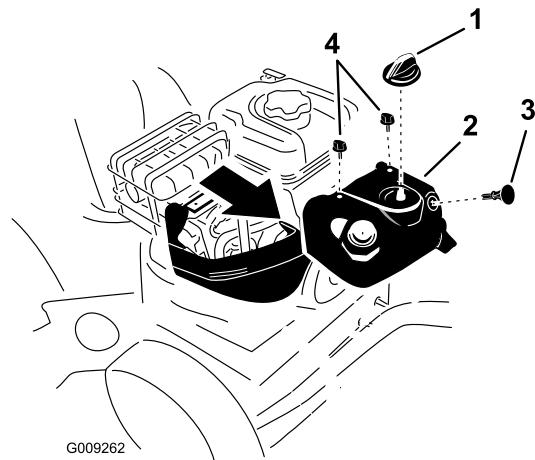

Figure 55
Remarque: Vous devez déposer le capot anti-neige pour accéder à la bougie d'allumage (Figure 55).
1. Enlevez la commande de starter et la clé de contact (Figure 55).
2. Enlevez les 2 vis qui fixent le capot anti-neige à la souffleuse à neige (Figure 55).